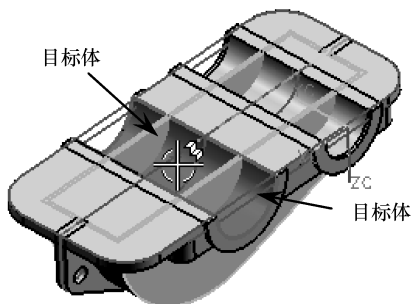

图 4-83 修剪抽壳实体
- 11 使用【修剪体】工具，选择如图 4-83 所示的目标体和工具面进行修剪。